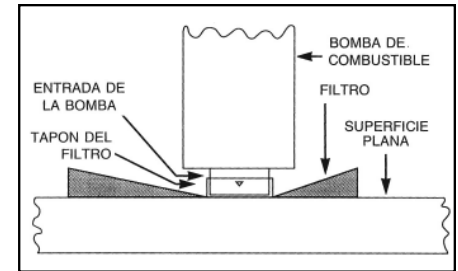

figura 4
- D) Instalar el filtro nuevo en la bomba con la misma orientación que el original. Colocar el filtro sobre una superficie limpia y plana, luego presionar la bomba firmemente hacia abajo y dentro del filtro, hasta que suene indicando que está en su lugar y completamente sentado sobre ta bomba (ver figura 4).